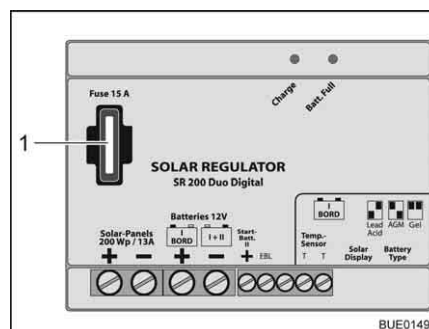

Fig. 167 Fusibile regolatore di carica del pannello solare 140/200 W
- Sostituire il fusibile piatto 15 A/blu (Fig. 167,1).